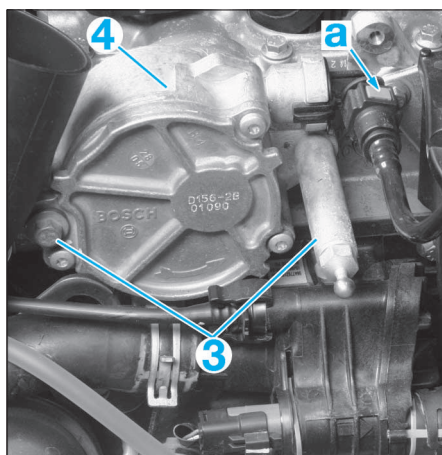

FIG.22
- Débrancher la conduite en "a" (Fig.22).